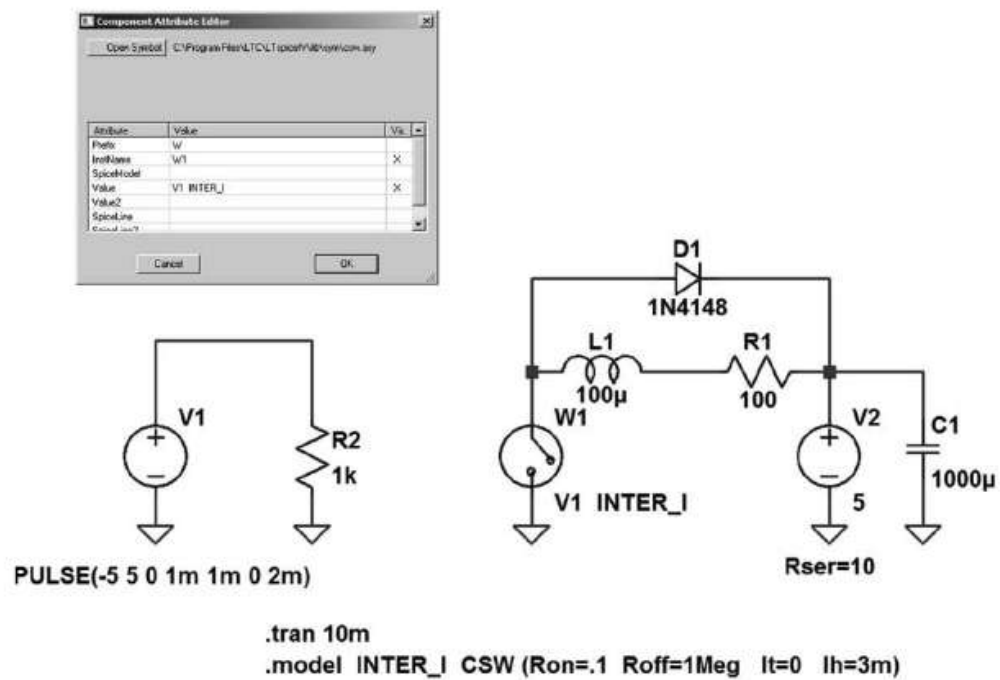

Figure 16.5
- **Value** = Le nom de la source de tension dont le courant qui la traverse commande l'interrupteur, suivit du nom que l'on veut donner à l'interrupteur, figure 16.5.
Exemple de la figure 16.5 :